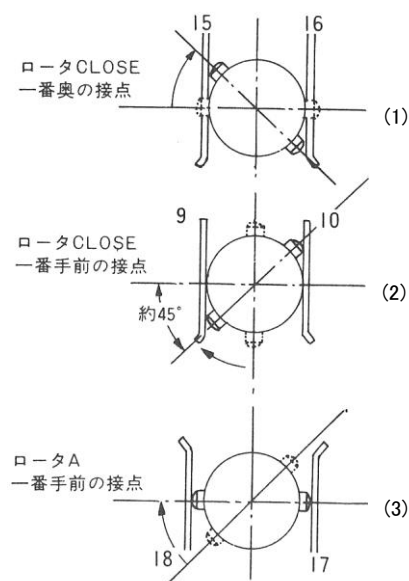

図 5.2.7
- ロータ“CLOSE”のモータ回路用接点(接点符号15-16)を、図5.2.7(1)のように、接点がOFFになるところ(約45°)に位置決めします。(見にくければ、同じロータの最も手前の接点(符号9-10)がONになるところに位置決めしても等価となります。(図5.2.7(2)))
- ロータAの接点は、図5.2.7(3)のようにONになった位置で止めます。